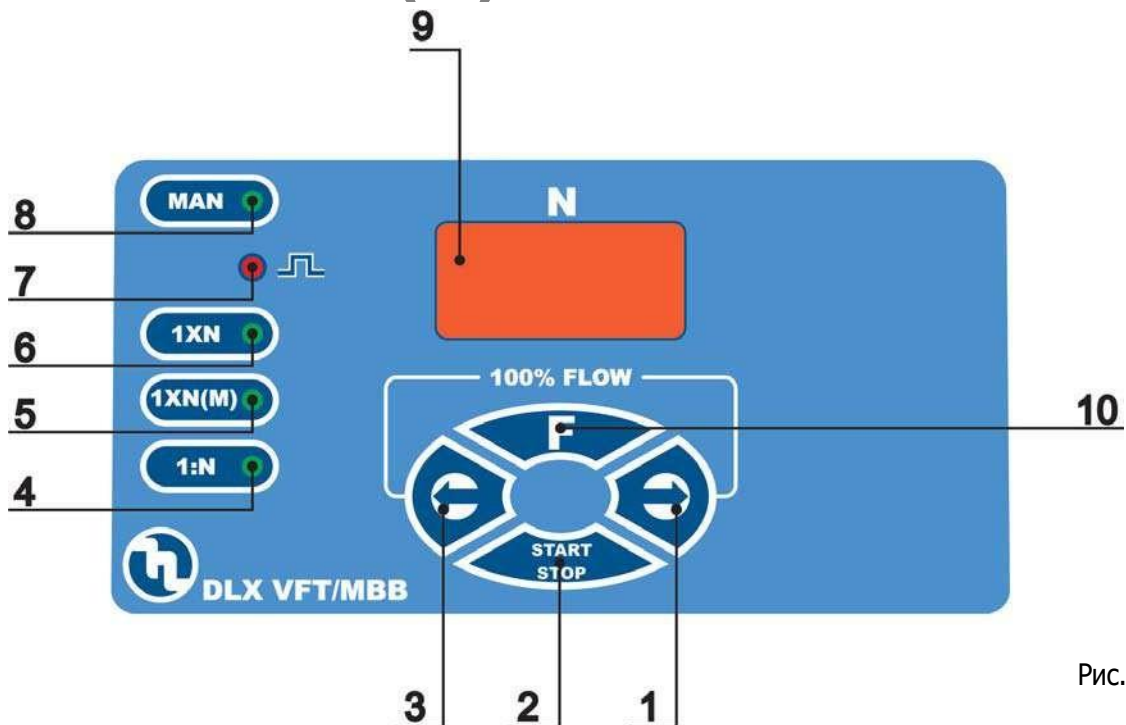

Рис. 11
6.1. РГАНІ УПРАВЛІННЯ НАСОСОМ (Рис.11)